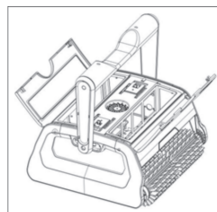

Abbildung 2
- Öffnen Sie die beiden Seiten der Abdeckung (siehe Abbildung 2).